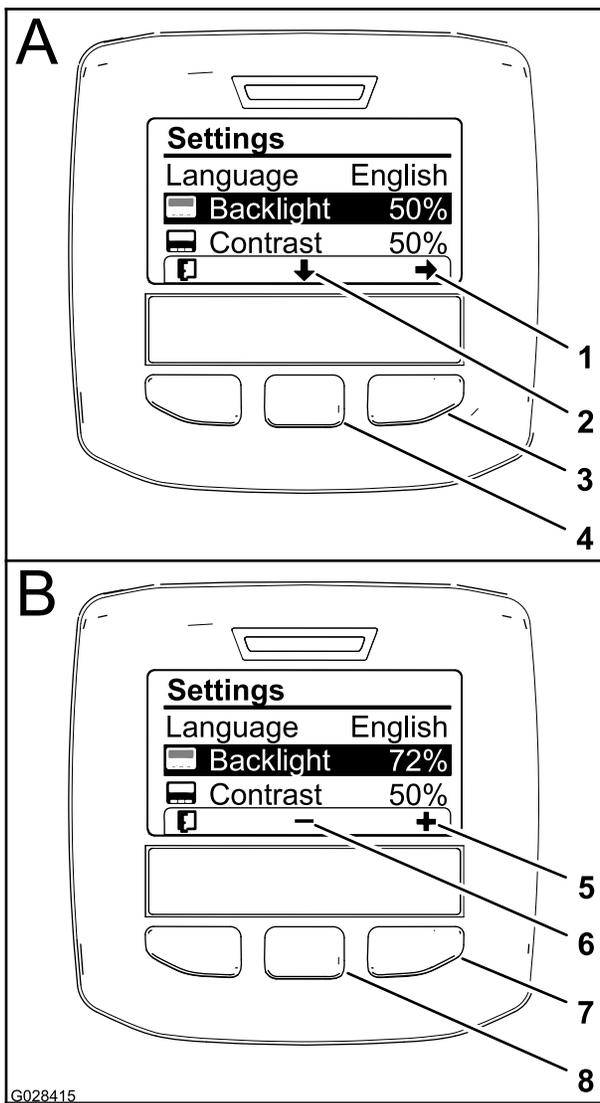

Figure 63
2. Pour régler l'intensité du rétroéclairage, appuyez sur le bouton de sélection central (situé sous la flèche vers le bas dans l'affichage) pour sélectionner l'option de réglage du rétroéclairage (Figure 63).
- Appuyez sur le bouton de sélection droit pour afficher le menu contextuel de réglage de la valeur (Figure 63).
- Utilisez les boutons de sélection droit et central pour modifier la luminosité de l'affichage (Figure 63).
- Appuyez sur le bouton de sélection gauche (situé sous l'icône de liste dans l'affichage) pour sauvegarder votre sélection, quitter le menu Rétroéclairage et retourner au menu Réglages (Figure 63).
- Pour régler le contraste de l'affichage, appuyez sur le bouton de sélection central (situé sous la flèche vers le bas dans l'affichage) pour sélectionner l'option de réglage du contraste (Figure 63).
- Appuyez sur le bouton de sélection gauche (situé sous l'icône de liste dans l'affichage) pour sauvegarder votre sélection, quitter le menu Contraste et retourner au menu Réglages (Figure 63).
- Appuyez sur le bouton de sélection gauche pour quitter le menu Réglages et retourner au menu principal (Figure 61 et Figure 63).
- Appuyez sur le bouton de sélection gauche pour retourner à l'écran d'accueil (Figure 63).